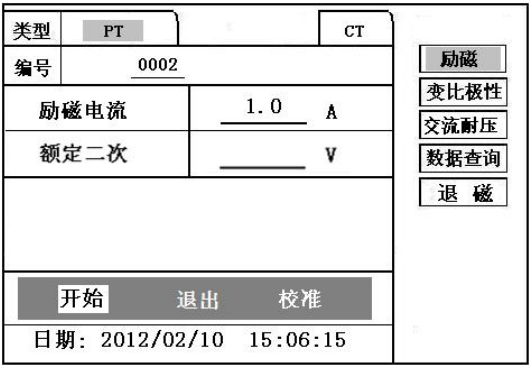

图 18：PT 励磁特性参数设置界面
9.1.1 参数设置：按 “励磁” 键后，即进入测试界面如图 18。